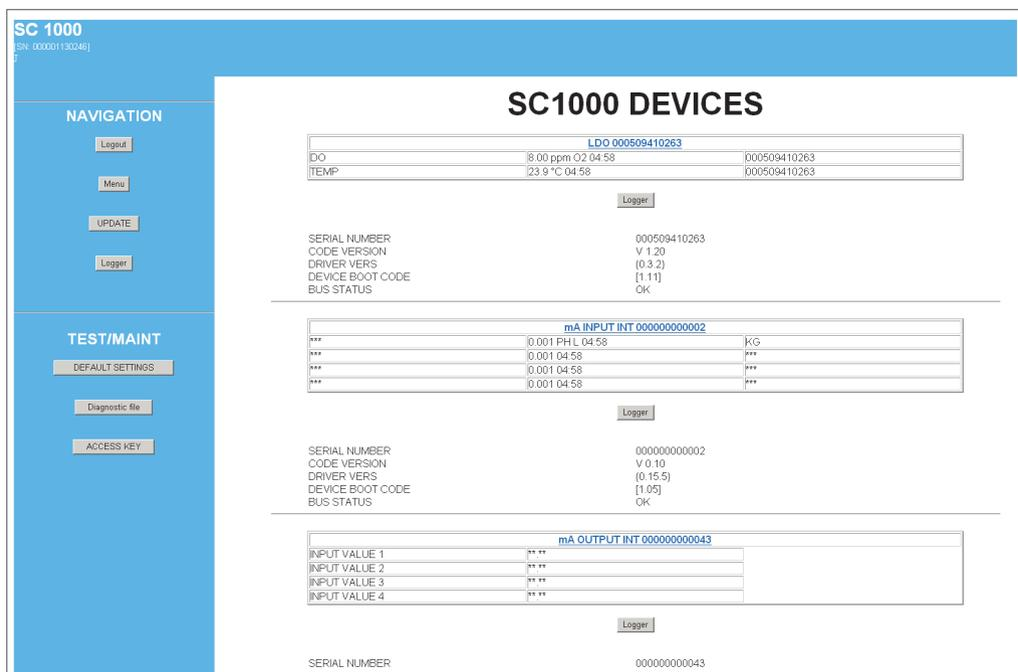

Figura 48 Schermata di accesso al browser
6. Viene visualizzata la schermata di accesso al browser (Figura 48 e Tabella 20).